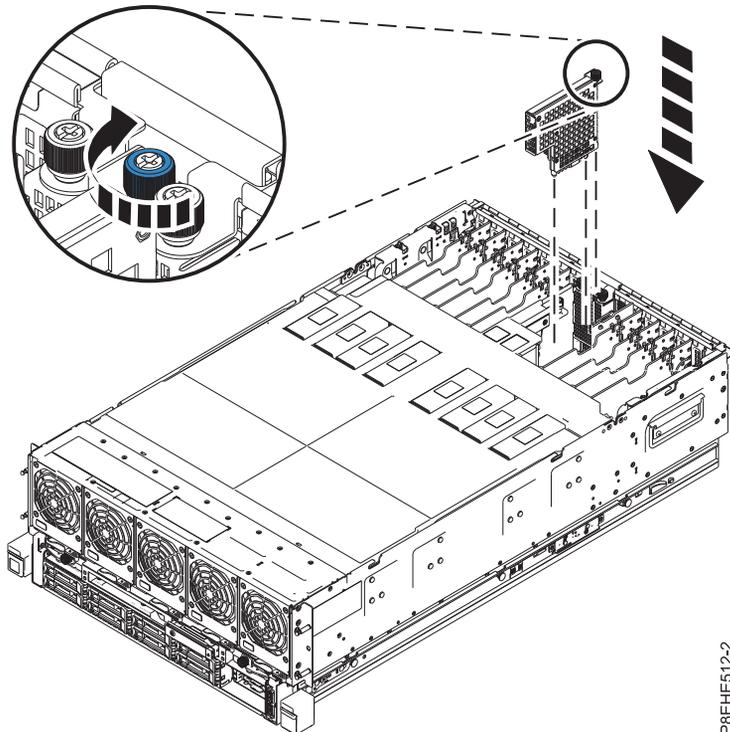

Abbildung 8. E/A-Spannungsreglermodul in Steckplatz P1-C13 installieren
- a. Richten Sie das E/A-Spannungsreglermodul an den Führungsschienen des Systems aus, wie in Abb. 8 auf Seite 14 gezeigt.
- c. Ziehen Sie die Rändelschraube fest, bis sie sicher am Systemchassis sitzt, wie in Abb. 8 auf Seite 14 gezeigt.